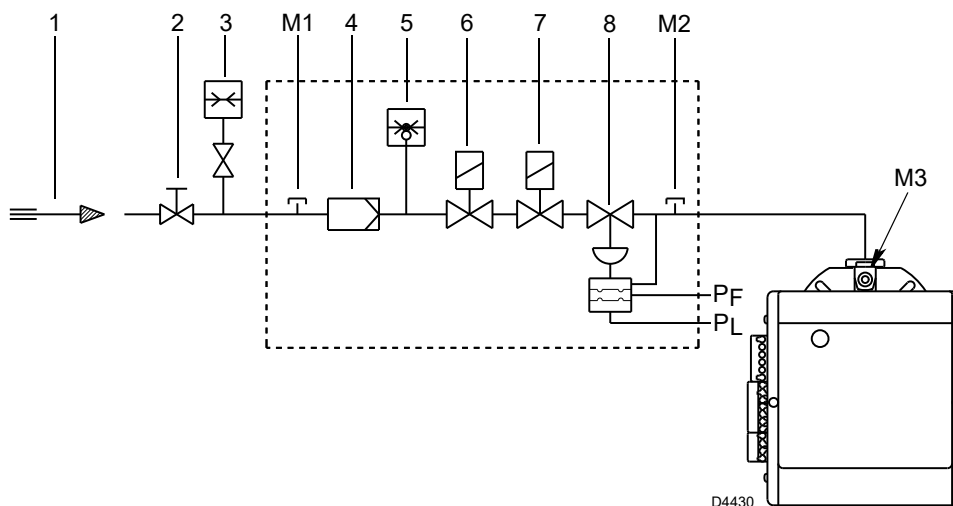

Fig. 14
Légende (Fig. 14)
Pression du gaz mesurée à la prise M3)(Fig. 14), avec:
- soustraire la pression figurant dans la chambre de combustion à la pression du gaz sur la prise M3) (Fig. 14).
En revanche, pour connaître la pression de gaz nécessaire à la prise M3) (Fig. 14), après avoir défini la puissance de modulation maximale à laquelle on souhaite faire fonctionner le brûleur: